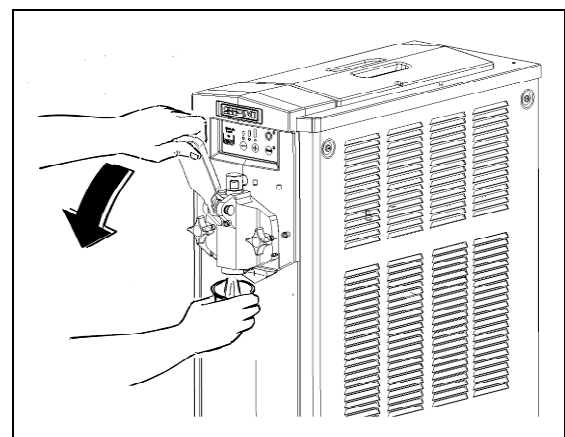

Fig. 11
- Pour distribuer, placer le verre sous le robinet et tirer le levier comme indiqué dans la figure 11, la vis d'Archimède commencera à tourner en facilitant ainsi la phase de distribution.